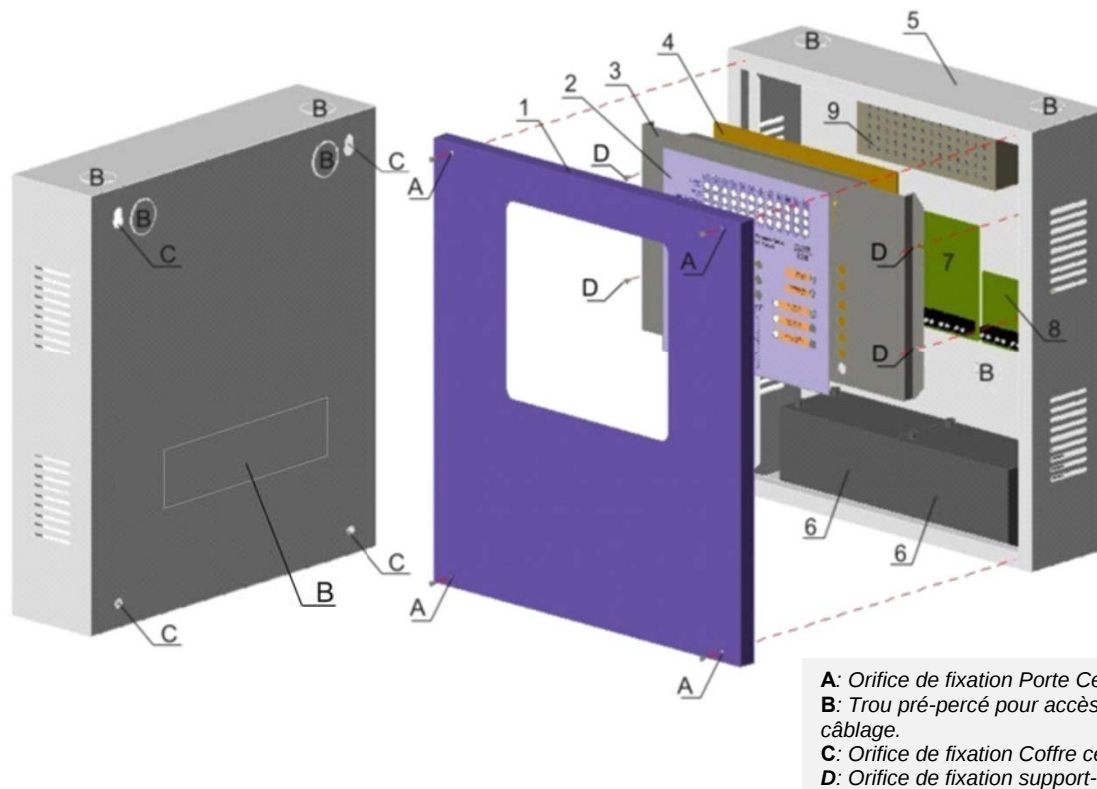

Figure 3 : Diagramme coffre et porte centrale.
La centrale CLVR est composée d'un coffre métallique, à l'intérieur duquel se trouvent différents composants. La porte se fixe sur le coffre au moyen de 4 vis frontaux (lettre A sur la figure 3) situées près des coins.
En ce qui concerne le coffre, il est doté de 6 trous pré-perçés de 28 mm et 1 rectangulaire pour permettre l'accès du câblage à la centrale (Lettre B sur la figure 3).
Pour l'installation du coffre sur le mur, il y a 4 trous d'un diamètre de 8 mm distribués sur le panneau arrière près des coins (lettre C de la figure 3).
- Réaliser les trous nécessaires pour fixer la centrale au mur. Pour cela tenir compte des orifices (C) dans les coins du coffre (voir figure 3).
- Démonter la porte du coffre en retirant les vis (A) des coins.
- Ouvrir les trous pré-perçés (B) nécessaires pour le passage des câbles dans la centrale.
- Monter le coffre sur le mur en se servant des orifices (C).